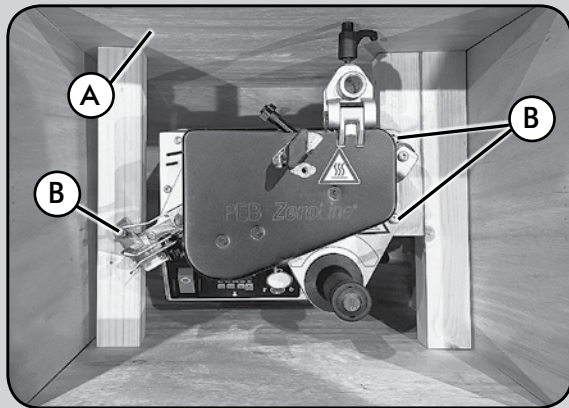

Abb. 1
- Lösen und entfernen Sie die 3 Schrauben B (Abb. 1) mit einem Kreuzschlitzschraubendreher aus dem Inneren des Kastens A (Abb. 1) (bewahren Sie sie für späteren Gebrauch auf).